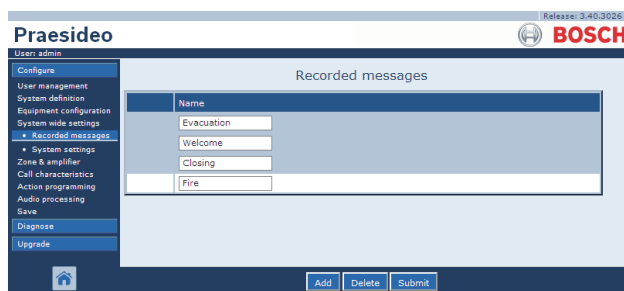

figure 45.7 : Annulation de la consignation d'un message, étape 2
- 2 Cliquez sur la ligne du message enregistré à supprimer. La ligne est mise en surbrillance (voir figure 45.7).